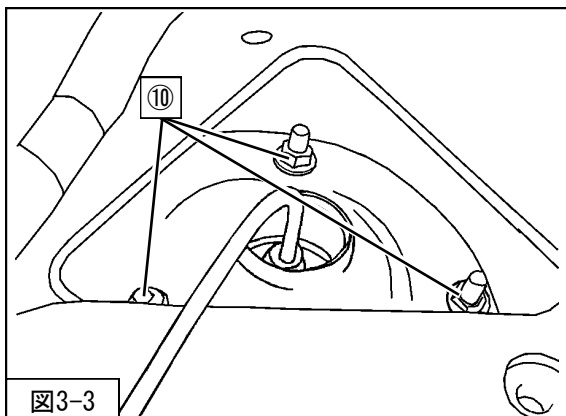

図3-3
7. ⑩リアサスペンションASSYアッパー取付ナットを取外してください。(図3-3)